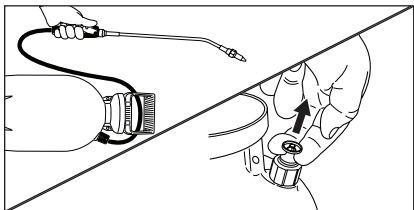

Figure 9. Dégager la pression du réservoir
- 1A. Placez le réservoir sur le côté avec le raccord du tuyau vers le bas. Dirigez la lance d'arrosage à l'écart de vous et resserrez la manette de fermeture jusqu'à ce que l'appareil arrête de pulvériser. Ceci relâchera la pression dans le réservoir. Voir la Figure 9.
- 1B. Tirez sur la poignée du détendeur de pression comme illustré jusqu'à ce que toute la pression soit relâchée du réservoir (si présent). Voir la Figure 9.